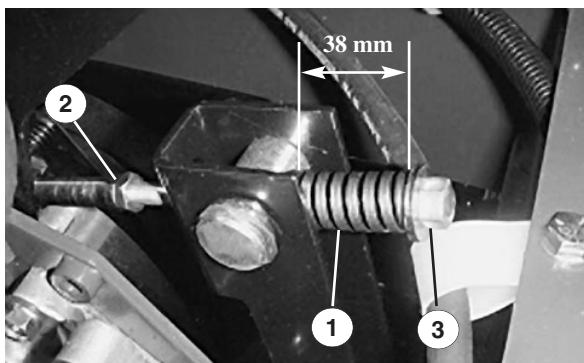

Figure 28
- Desserrez l'écrou de blocage de la tige de tension (Fig. 28).
3. A l'aide d'une clé de $\frac{1}{2}$ ", serrez ou desserrez le ressort de tension de la courroie (Fig. 28) pour obtenir une longueur de 38 mm.
2. Desserrez l'écrou de blocage de la tige de tension (Fig. 28).
3. A l'aide d'une clé de $\frac{1}{2}$ ", desserrez complètement le ressort de tension de la courroie (Fig. 28).
5. Posez la courroie de rechange et retendez le ressort de poulie à 38 mm (Fig. 28).
6. Serrez l'écrou de blocage (Fig. 28) et fermez le capot.